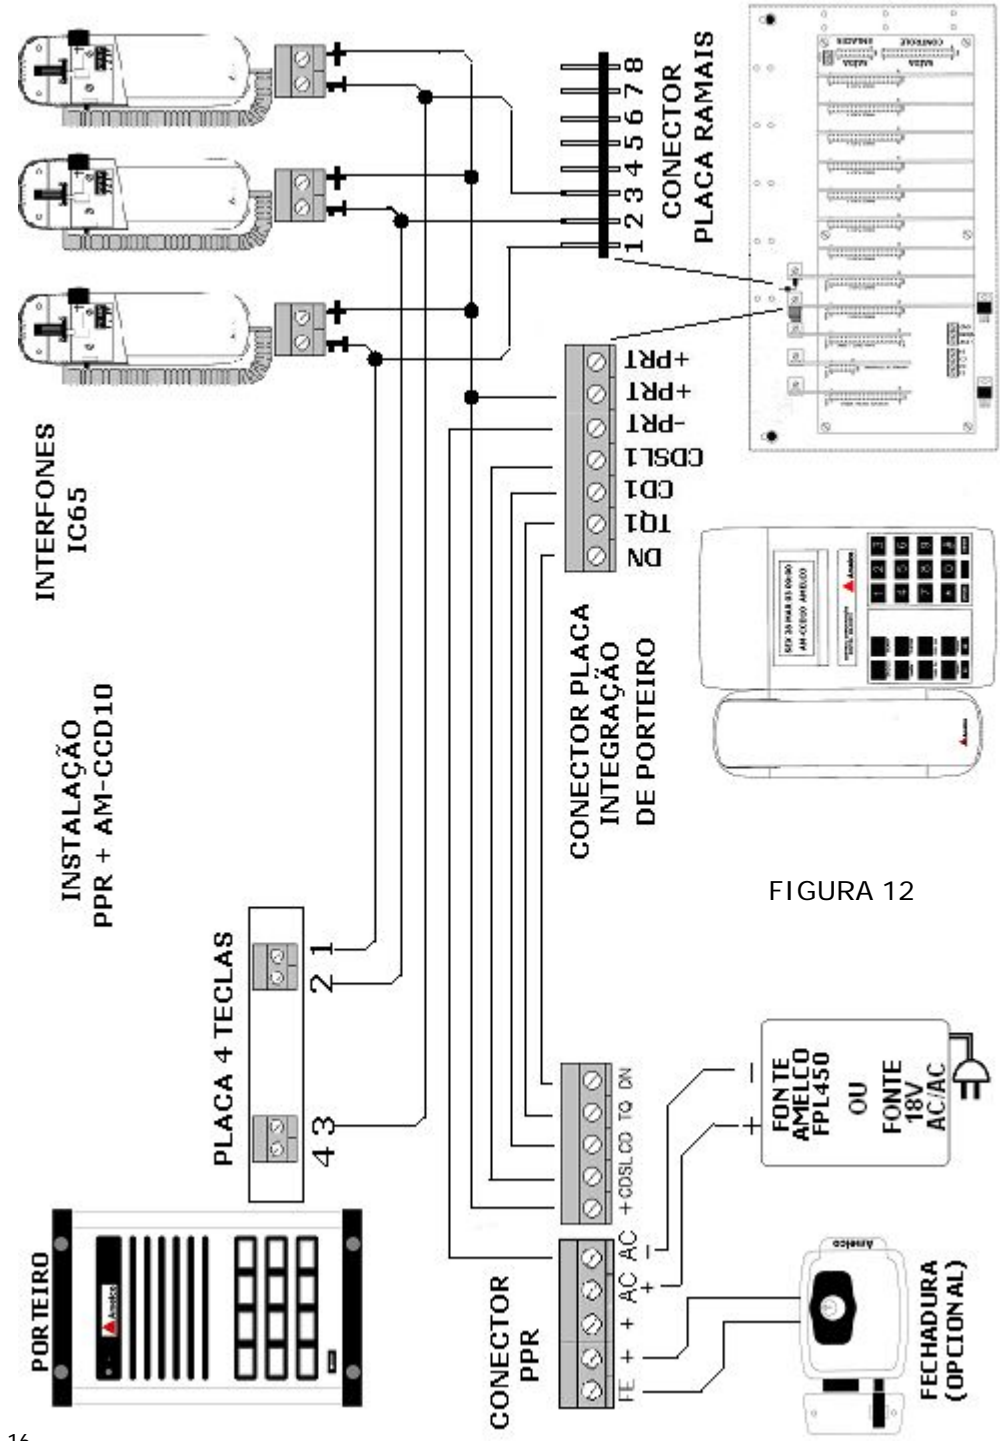

FIGURA 12
- Ligue os fios conforme a FIGURA 6/pág. 8 e FIGURA 12/pág. 16;